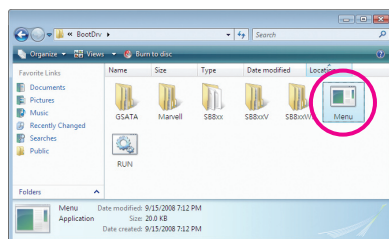
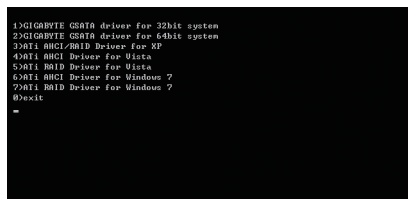

Figure 3
Figure 4
- 2: A partir de votre lecteur de disques optiques, double-cliquez sur le fichier **Menu.exe** dans le dossier **BootDrv** (Figure 3). Une fenêtre Commande d'invite similaire à celle dans Figure 4 apparaîtra.
- 3: Insérez la disquette vierge formatée. En fonction du système d'exploitation à installer, sélectionnez le pilote du contrôleur en appuyant sur la lettre correspondante dans le menu et appuyez sur <Enter>. Par exemple, dans le menu de la Figure 4,
- Pour le AMD SB850, sélectionnez **3) ATi AHCI/RAID Driver for XP** (3) Pilote ATi AHCI/RAID pour XP) pour le système d'exploitation Windows XP.
- Pour le GIGABYTE SATA2/JMicron JMB362, sélectionnez **1) GIGABYTE GSATA driver for 32bit system** (1) Pilote GIGABYTE GSATA pour système 32-bit) pour le système d'exploitation Windows 32-bit.